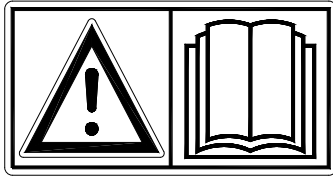

Fig. 1
**Lees en begrijp** (Fig. 1) de handleiding voordat u begint met het gebruiken van de Speedseed Walk Behind.